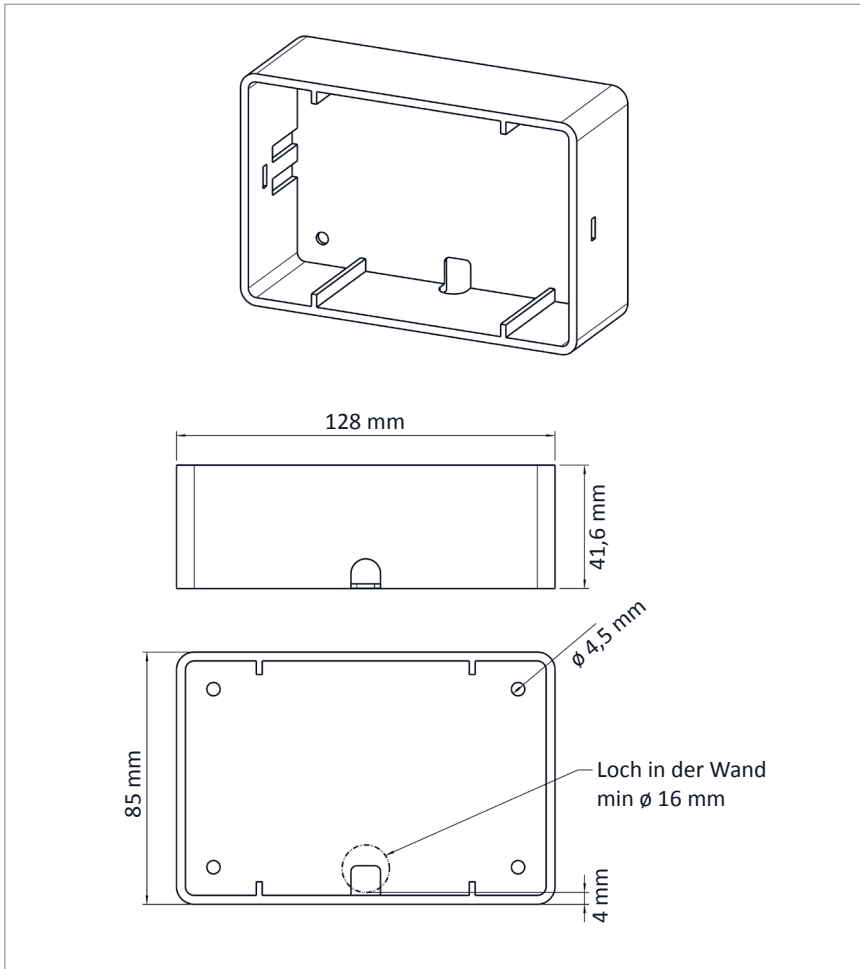

Abb. 8: Abmessungen des Aufputzgehäuses
2. Loch (Ø 16 mm) für Kabeldurchführung, entsprechend den Maßen in Abbildung 8 bohren.